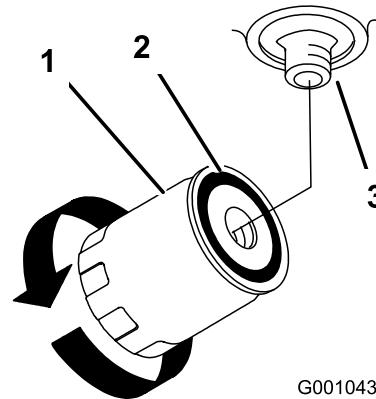

Figura 72
7. Spalmate un velo sulla guarnizione di gomma sul nuovo filtro (Figura 72).
9. Riempite il serbatoio con fluido idraulico finché il fluido non fuoriesce dal filtro, quindi girate il filtro in senso orario fin quando la guarnizione di gomma tocca il riduttore del filtro; a questo punto serrate il filtro girandolo di un altro mezzo giro (Figura 72).